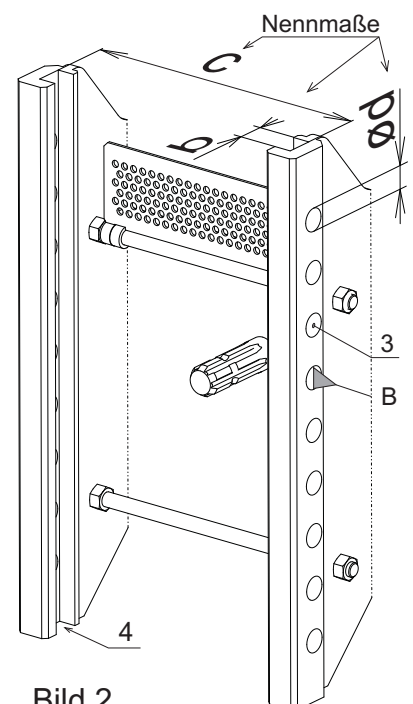

Bild 2
oder, siehe Tabelle und Bild 2 2)
**3.2** Kupplung bei Untenanhängung vorzugsweise von unten in die Führungsnuten(4) des Anhängerbockes schieben. Sobald die Arretierbolzen (2) mit den Aufnahmebohrungen (3) fluchten, den Handhebel entgegen der Pfeilrichtung schieben, um den Verriegelungsvorgang zu unterstützen. [Bild 2]
**3.3** Kupplung bei Obenanhängung vorzugsweise von oben in die Führungsnuten (4) des Anhängerbockes schieben. Weiter wie in Pkt. 3.2. [Bild 2]
**Kontrolle:** überprüfen, ob die Stirnflächen (A) beider Arretierbolzen (2) mit den Enden (B) der Aufnahmebohrungen (3) fluchten. Der Handgriff (1) befindet sich in seiner äußersten Position entgegen der Pfeilrichtung. Die Anhängerkupplung muss sich axial 360° frei verdrehen lassen.